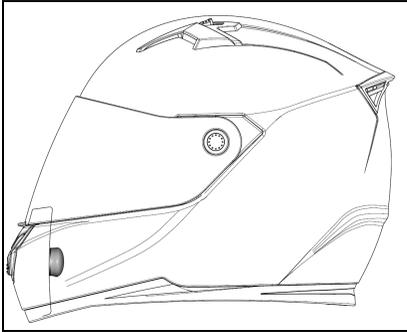

Abb. 2
- Überprüfen Sie, dass die Sicherheitsverriegelung wie auf Abb. 2 dargestellt korrekt angehoben ist. Falls die Sicherheitsverriegelung verschlossen ist, heben Sie sie gemäß den Anleitungen im Abschnitt "Entfernung" an;